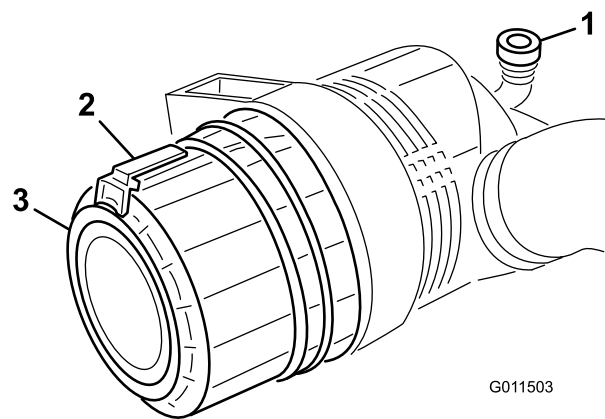

Figura 47
2. Tire hacia fuera del enganche y gire la tapa del limpiador de aire en sentido antihorario (Figura 47).